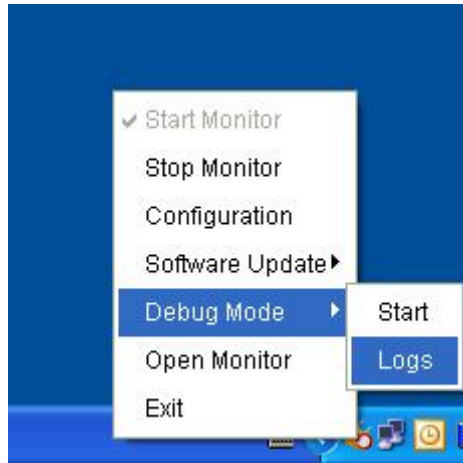

图 3-7
- **Logs:** 点击<Logs>可以查看日志的记录。请参照图 3-7。